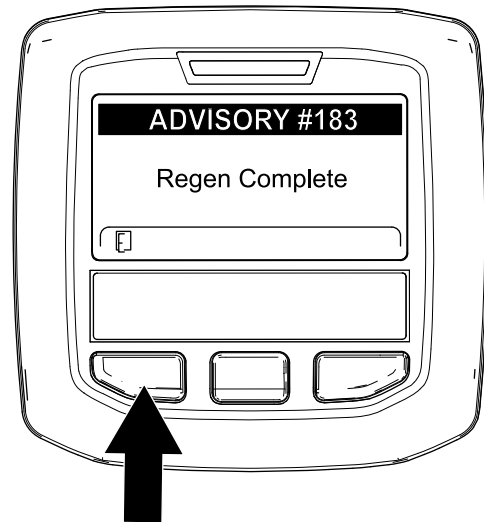

Figure 59
9. Quand le calculateur moteur achève une régénération en stationnement ou une d'urgence, l'InfoCenter affiche l'AVIS N° 183 (Figure 59). Appuyez sur le bouton gauche pour revenir à l'écran d'accueil.